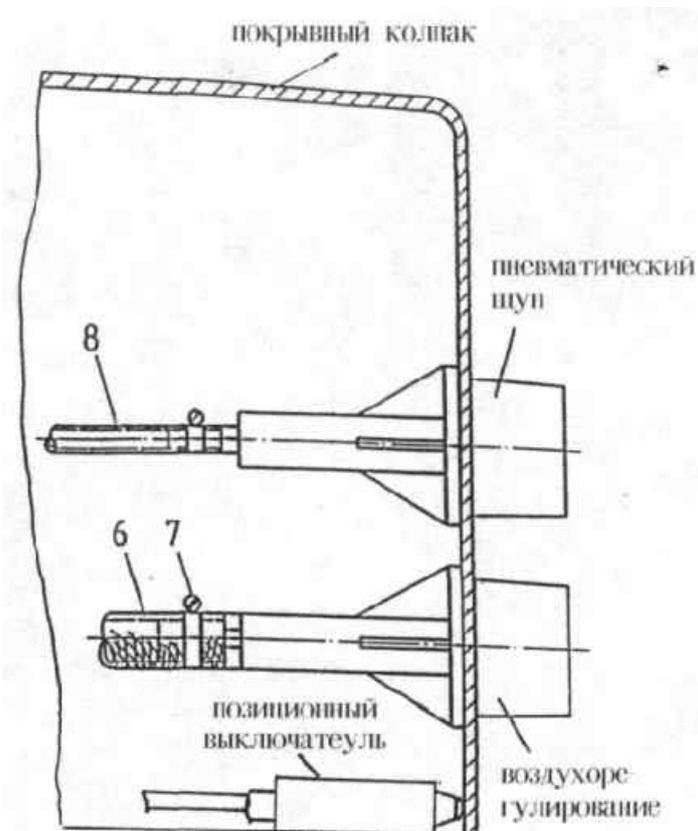

Рис. 2
12. Насаживать кожух на оборудование и помешать к краю бассейна так, что позиционный выключатель нажатым, смотри рис. 2. Закрепить кожух в >той позиции. Только теперь пень тока замкнута.
1. Включение и выключение оборудования производится посредством нажима на встроенный в колпак пневматический щуп (рис. 2). Можно приводить щуп в действие со стороны бассейна.
2. Регулирование воздуха способствует засасыванию через сопло воздуха, чтобы достигать эффекта воздушно-жемчужного плавания. Можно регулировать количество воздуха со стороны бассейна (рис. 2).